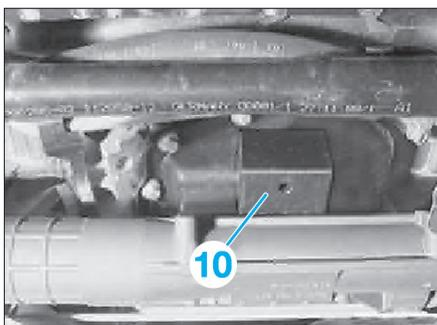

Fig. 10
- Abaisser le moteur vers l'arrière et le bloquer avec une cale appropriée (10) entre le carter d'huile et la direction appropriée avec un cric d'atelier (Fig.10).